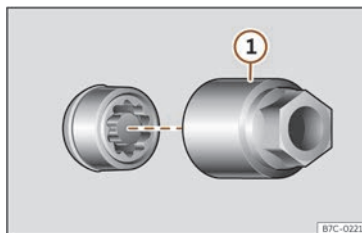

Fig. 256 Boulon antivol de roue avec capuchon et adaptateur.
- Encastrez l'adaptateur spécial >>> **fig. 256 ①** (outillage de bord >>> page 366) sur le boulon de roue antivol jusqu'à la butée.